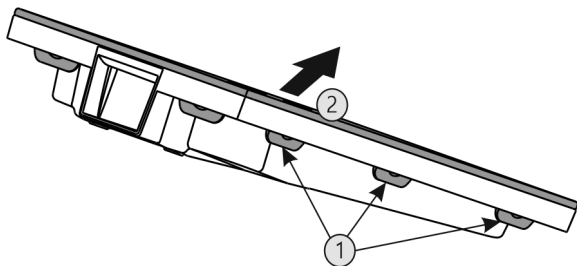

Fig. 53
- ▶ Trykk på alle bøylene Fig. 53 (1) etter tur, og ta ut dekelet Fig. 53 (2).